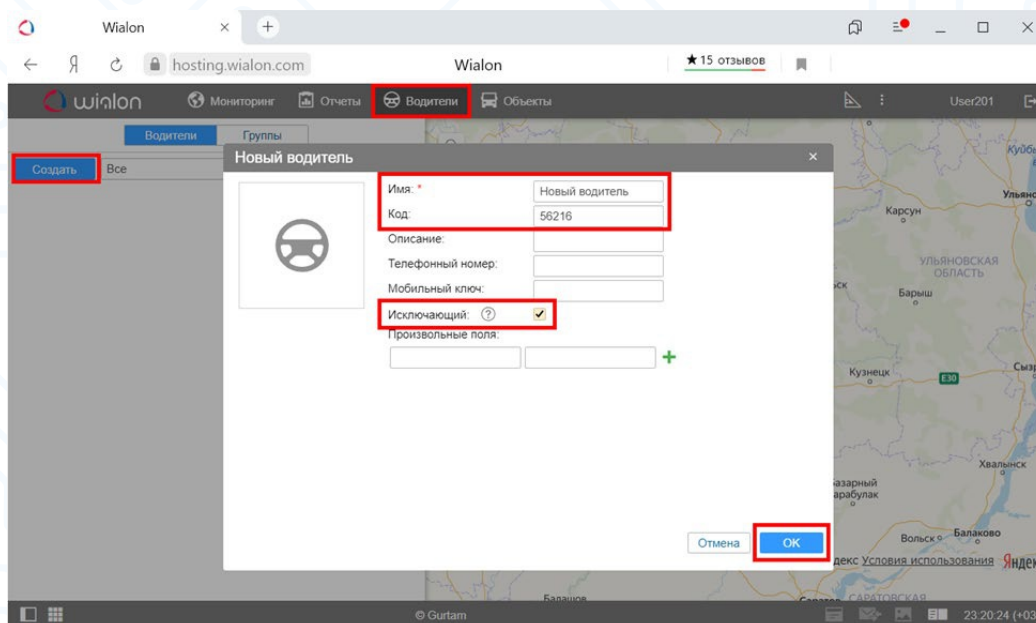

Рисунок 13
- Во вкладке «Водители» нажмите кнопку «Создать» (рисунок 13).